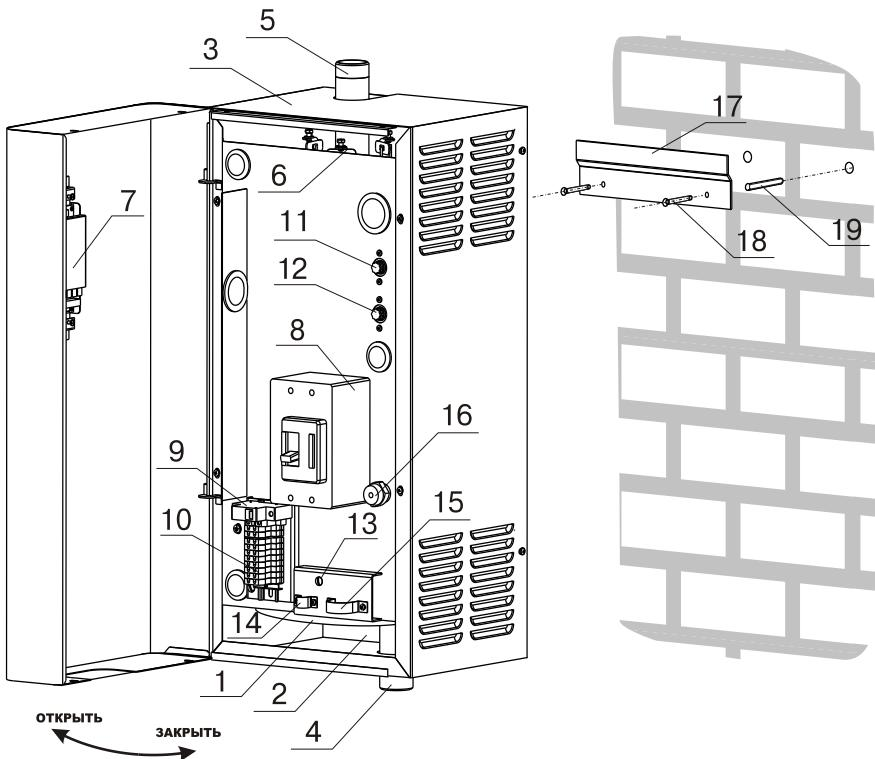

Рис.1 Конструкция электроводонагревателя и способ его крепления к стене
5.1. Электроводонагреватель (Рис.1) состоит из корпуса (1) сварной конструкции с фланцами, патрубком входа воды (4) и патрубком выхода воды (5), имеющих резьбу G1 1/2-В. В верхней части корпуса установлены три блока нагревательных элементов(6), датчик температуры воды, датчик перегрева и датчик уровня воды. В нижней части корпуса установлены три блока нагревательных элементов. Корпус установлен на основании(2). Защитный кожух (3) выполнен из стального листа и служит для защиты обслуживающего персонала от ожогов и поражения электрическим током. Кожух подвешен на основании при помощи механизма, который позволяет не снимая кожух с электроводонагревателя, открывать и закрывать его в направлении, указанном на Рис.1. При необходимости кожух можно легко снять с основания.
- закрепить кронштейн крепления на вертикальной поверхности в необходимом месте с помощью шурупов, входящих в комплект и установить на него водонагреватель как показано на Рис.1.
- открыть кожух (3) как показано на Рис.1, предварительно выкрутив четыре винта крепления кожуха;
- Для установки дополнительного модуля-GSM необходимо снять блок управления (7) с кожуха водонагревателя (3), снять крышку с блока управления и установить на ее место крышку с платой модуля-GSM, предварительно подключив кабель управления модулем к разъему XS4 на плате блока управления. Далее необходимо установить SIM-карту в модуль, установить на место блок управления и присоединить antennу к разъему модуля-GSM. Провод от антенны необходимо пропустить в кабельный ввод (18).
- закрыть кожух (3) как показано на Рис.1 и закрутить винты крепления.